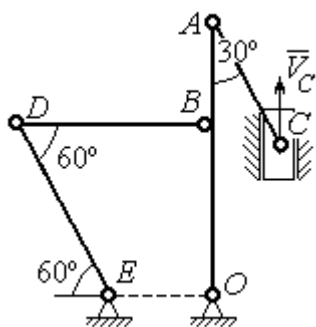

Рис. 2.11. Стержневой механизм
**Задача 2.** В плоском стержневом механизме (рис. 2.11) кривошипы  $OA$  и  $ED$  вращаются вокруг неподвижных центров  $O$  и  $E$ . В крайней точке  $D$  кривошипа  $ED$  к нему прикреплен шатун  $DB$ , второй конец которого в точке  $B$  прикреплен к кривошипу  $OA$ . Шатун  $AC$  прикреплен в точке  $A$  к кривошипу  $AO$ , а другим своим концом – к ползуну  $C$ , способному совершать только вертикальное движение. Все соединения шарнирные. В заданном положении механизма кривошип  $OA$  вертикален, шатун  $DB$  расположен горизонтально, кривошип  $ED$  наклонен под углом  $60^\circ$  к горизонтали, а шатун  $AC$  отклонен на угол  $30^\circ$  от вертикального положения кривошипа  $AO$ . Найти скорости всех отмеченных на схеме точек и угловые скорости всех звеньев, если линейные размеры звеньев механизма  $AC = 6$  см,  $AB = 2$  см,  $BO = 8$  см,  $DB = 10$  см и скорость ползуна в данный момент  $V_C = 4$  см/с.